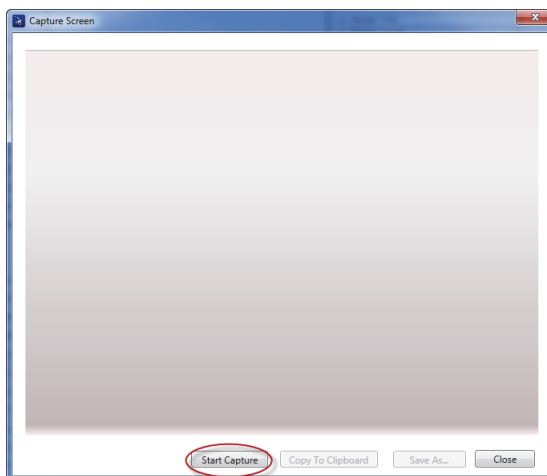

図 7-2 Capture Screen（スクリーンショットの取り込み）
ます（187 ページの図 7-2 参照）。
4. **Capture Screen**（スクリーンショットの取り込み）ダイアログボックスで、**Start Capture**（スクリーンショットの開始）をクリックします（187 ページの図 7-2 参照）。